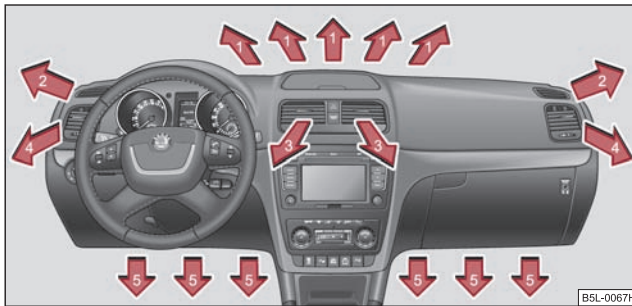
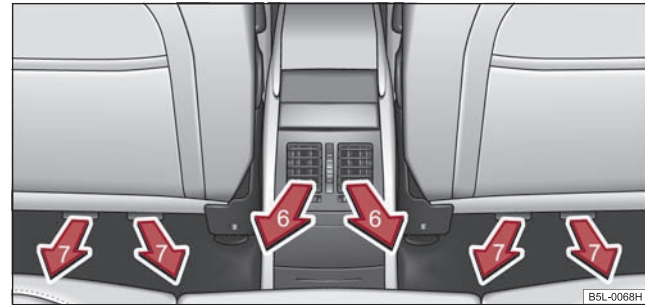

Fig. 99 Fantele de ventilație din față
Fig. 100 Fantele de ventilație din spate
- Rotiți roțița orizontală (la dreapta) ⇒ fig. 99.
- Rotiți roțița verticală (între pozițiile finale) ⇒ fig. 100.
Fantele de ventilație **3, 4** ⇒ pagina 95, fig. 99 și **6** ⇒ pagina 95, fig. 100 se pot deschide și închide separat.
Vă recomandăm, să lăsați fantele de ventilație 3 ⇒ pagina 95, fig. 99 în poziție deschisă. ■